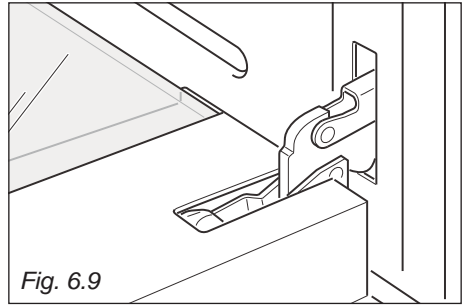

Fig. 6.9
- Ugnsluckan öppnas helt (Fig. 6.9).